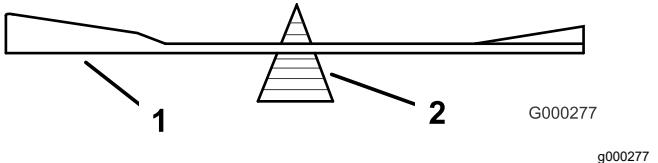

Рисунок 74
- Проверьте балансировку ножа с помощью балансировочного устройства для ножей (Рисунок 74).